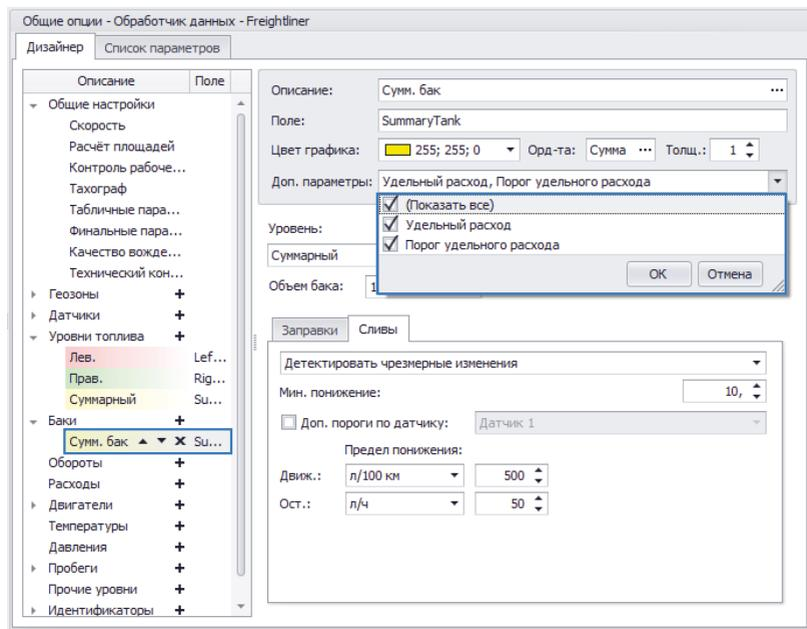

Рис.42. Включение вспомогательных параметров для настройки детекции сливов.
2. Отобразить дополнительные параметры для анализа расхода топлива – в настройках бака в выпадающем списке «Доп. параметры» включить оба параметра (Рис.42):